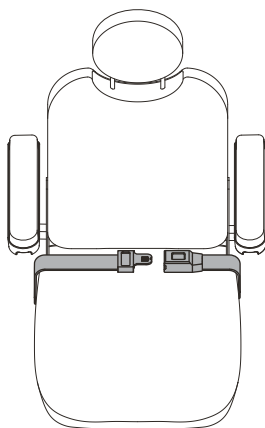

Figure 16. Ceinture de positionnement
Votre fauteuil motorisé peut être équipé d'une ceinture de positionnement réglable pour un meilleur confort. Voir la figure 16. La ceinture de positionnement, réglable, a été conçue pour soutenir et empêcher tout glissement vers le bas ou vers l'avant une fois assis. La ceinture de positionnement n'a pas été conçue pour être utilisée comme ceinture de sécurité.
1. Prenez place sur le siège, insérez la patte métallique d'un côté dans le boîtier de la boucle du côté opposé jusqu'à ce que le «clac» se fasse entendre. **Voir la figure 16.**